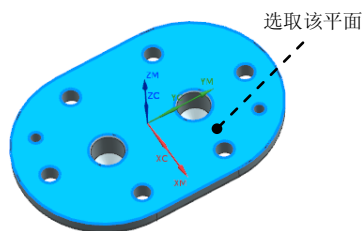

图 19.3 切削区域
Step2. 选取图 19.3 所示的面为切削区域, 在“切削区域”对话框中单击 **确定** 按钮, 完成切削区域的创建, 同时系统返回到“底面壁”对话框。